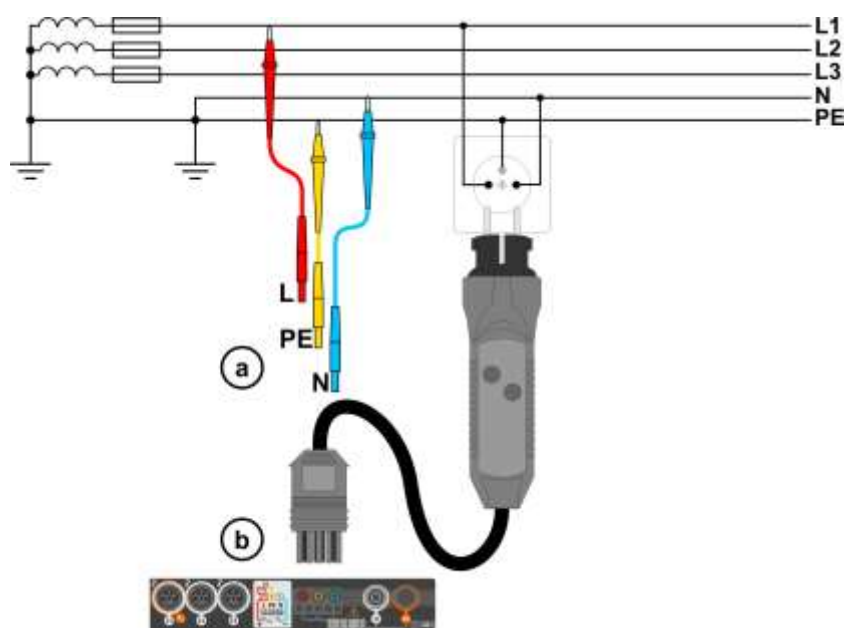
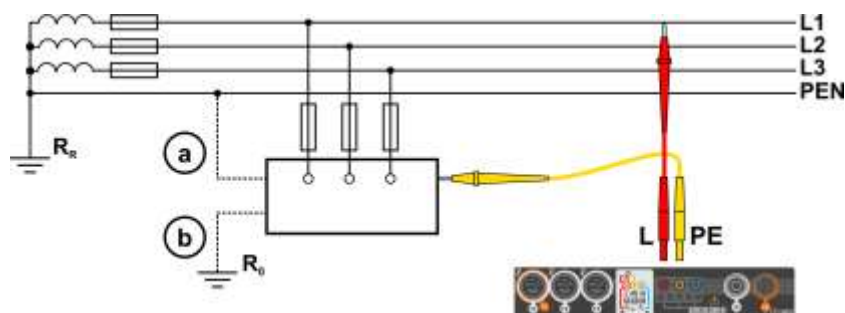

Рис. 3.1 Измерение в цепи L-PE
Рис. 3.2 Проверка эффективности защиты от поражения током на корпусе устройства в случае: **a**) сети TN или **b**) сети TT
- 1 Подключить измерительные провода согласно Рис. 3.1 или Рис. 3.2.